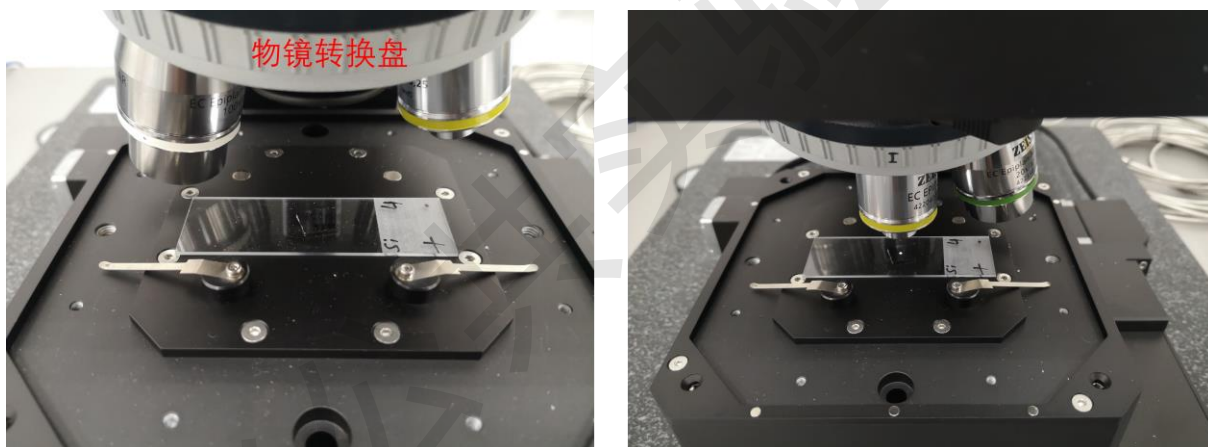

图 4-7 样品装样时调整镜头的位置
4.2.2.2 放置样品前，转动镜头的转换盘（不能直接接触物镜），如图 4-7，只有在空镜头位置和 10×镜头的位置才能将样品放进去和取出来，其他位置镜头和样品之间距离太近，禁止换样操作，以防误伤镜头。当镜头处于合适的两个位置时，将样品放在玻璃片上，并将玻璃片放于仪器的样品位置，然后将旁边两块小铁片压住玻璃片固定衬底。